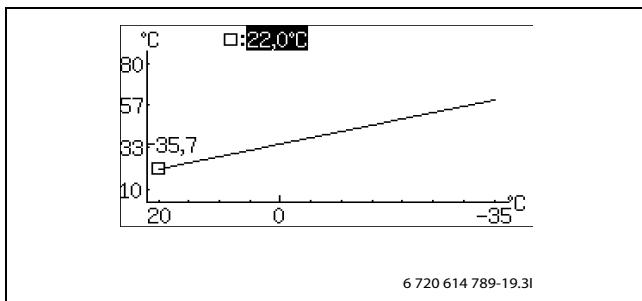

Bild 24
- ▶ Drehknopf bei markiertem Quadrat drehen, bis 0 °C markiert ist (→ Bild 24).